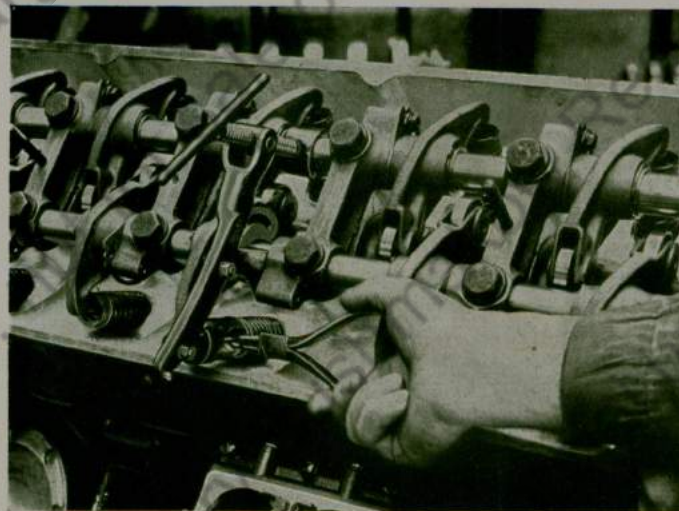

Abb. 22 Auswechseln einer Ventiltfeder
2. Auswechseln von Ventiltfedern (Abb. 22).